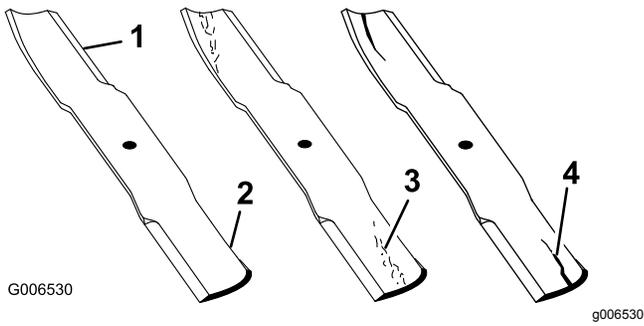

Figure 54
1. Examinez le tranchant des lames (Figure 54).
2. Inspectez les lames, surtout la partie relevée (Figure 54).
Remarque: Remplacez immédiatement toute lame endommagée, usée ou qui présente une entaille (repères 3 et 4 de la Figure 54).